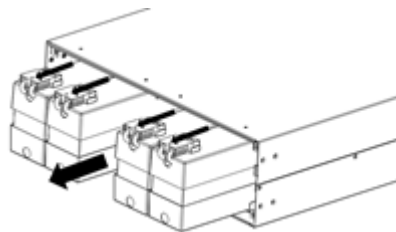

Figure 6
- b. Il existe quatre ensembles de modules pour le BP192V10CRTXL. (Figure 6)